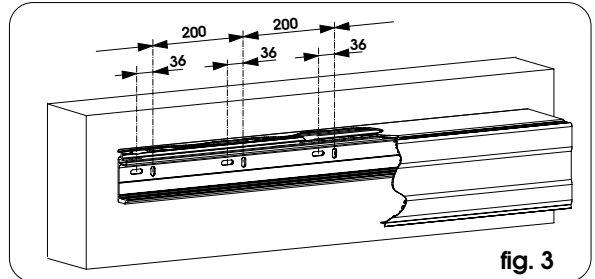

fig. 3
• Fissare la traversa inizialmente in corrispondenza di un'asola verticale ad un'estremità, e di un'asola orizzontale all'altra estremità (utilizzando viti M8 e appositi tasselli) e livellare parallelamente al pavimento. Eseguire un fissaggio centrale sollevando con forza la traversa per allineare i tre punti di fissaggio. Procedere con i restanti fissaggi alternando asole verticali e orizzontali (fig. 3).